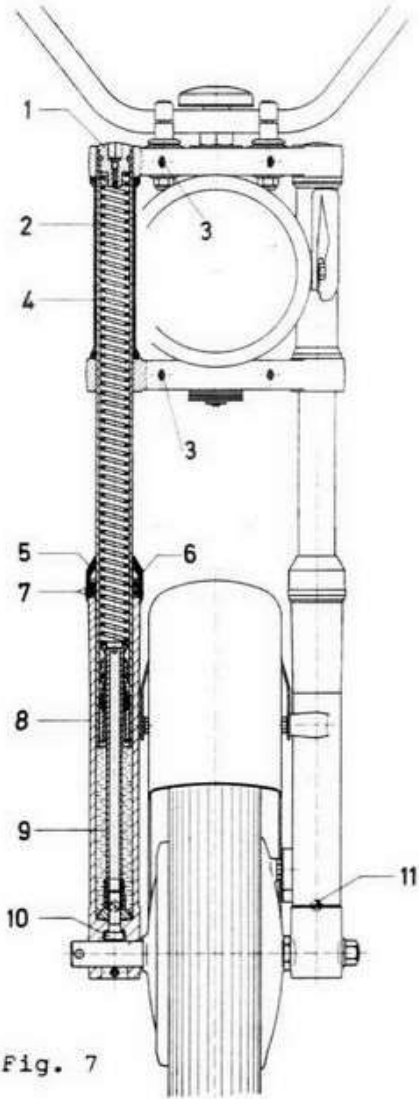

Fig. 7
2.2 ERSETZEN DER DRUCKFEDERN (Fig. 7 und 8)
- Federführungszapfen (1) weg-schrauben
- Druckfeder (2) nach oben heraus-ziehen
- Neue Druckfeder (2) einschieben
- Federführungszapfen (1) ein-schrauben
2.3 ERSETZEN DES GUMMISTAUBABSTREIFERS (Fig. 7)
- Klemmschrauben (3) um ca. 3 Um-gänge lösen
- Gummi-Staubabstreifer (5) weg-nehmen und durch neuen ersetzen
2.4 ERSETZEN DER DICHRINGE (Fig. 7)
- Klemmschrauben (3) um 3 Umgänge lösen
- Gummi-Staubabstreifer (5) weg-nehmen
- Sprengring (6) herausnehmen
- Dichtringe (7) mittels Drahthaken herausnehmen (Achtung! Tragrohr (4) nicht verletzen)
- Sprengring (6) montieren.
2.2 REMPLACEMENT DES RESSORTS DE SUS-PENSION (fig. 7 et 8)
- Dévisser le bouchon guide-ressort (1)
- Extraire le ressort de suspension (2) vers le haut
- Engager le nouveau ressort (2)
- Visser le bouchon guide-ressort (1)
2.3 REMPLACEMENT DU RACLEUR EN CAOUT-CHOU (fig. 7)
- Dévisser les vis de serrage (3) de 3 tours
- Enlever le racleur en caoutchouc (5) et le remplacer par un neuf
2.4 REMPLACEMENT DES JOINTS D'ETANCHEITE (fig. 7)
- Enlever le racleur en caoutchouc (5)
- Démonter le circlip (6)
- Extraire les deux joints d'étan-chéité (7) au moyen d'un crochet en fil d'acier (Attention! ne pas rayer le tube porteur (4))
- Remonter le circlip (6).